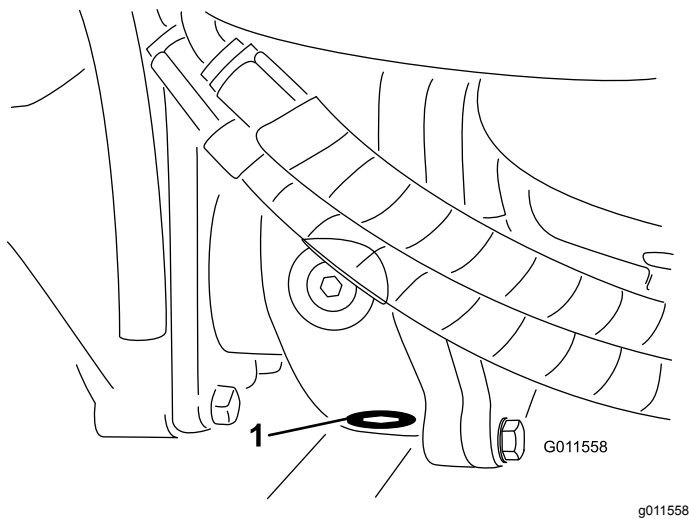

Figura 96
5. Pulite l'area circostante il tappo di spurgo sul fondo della scatola degli ingranaggi (Figura 96).